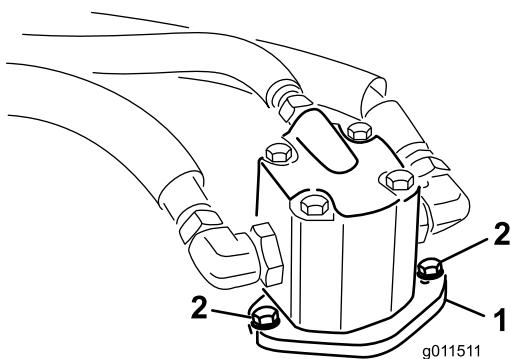

Figura 1
- Retire os parafusos que fixam o motor hidráulico à plataforma (Figura 1). Eleve o motor da plataforma e coloque-o numa superfície limpa, fora do caminho. Não danifique o acoplador de alumínio.